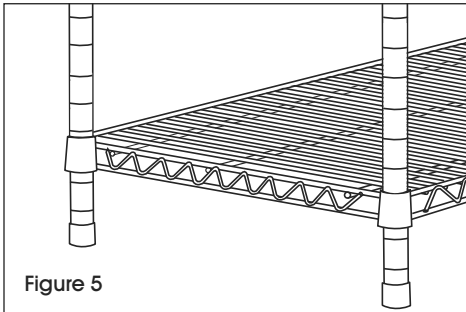

Figure 5
3. Stand unit upright. Gently tap shelf down to secure it. (See Figure 5)
3. Placez l'unité à la verticale. Tapotez délicatement la tablette vers le bas pour le fixer. (Voir Figure 5)